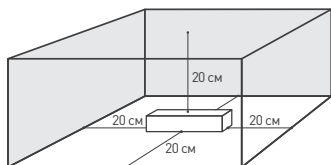

Рис. 1. Свободное пространство вокруг источника
- 4.3. Для естественной вентиляции обеспечьте не менее 20 см свободного пространства вокруг источника питания, как изображено на рис. 1. Если обеспечить свободное пространство невозможно — используйте принудительную вентиляцию.